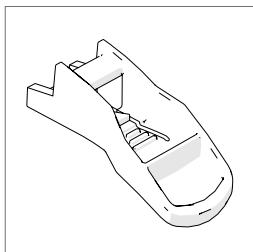

Fig. 2b
- Levier de blocage de butée fixe (**Fig. 2b**).